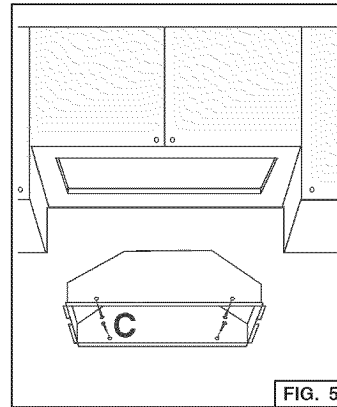
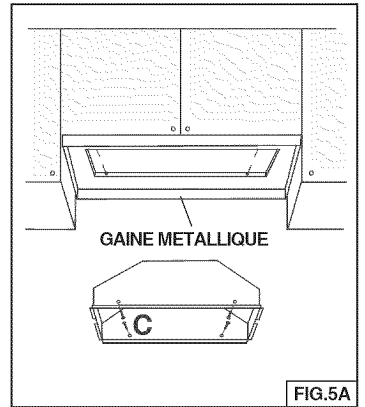

FIG. 5
FIG.5A
4. **REMARQUE :** Pour les installations où le module de puissance se trouve à moins de 30" au-dessus du plan de cuisson, il est recommandé de glisser ce dernier dans une enveloppe métallique ou dans un corps incombustible. Cette précaution facilitera le nettoyage et fournira une protection au meuble (Fig.5A).
6. Placer la hotte dans le meuble (Fig. 5) ou dans la gaine en métal (Fig. 5A) et la fixer à l'aide (4) des vis "C" de montage pour tôle.
(Fig. 5 – installation arrière en bois – épaisseur recommandée 1/2"-3/4").